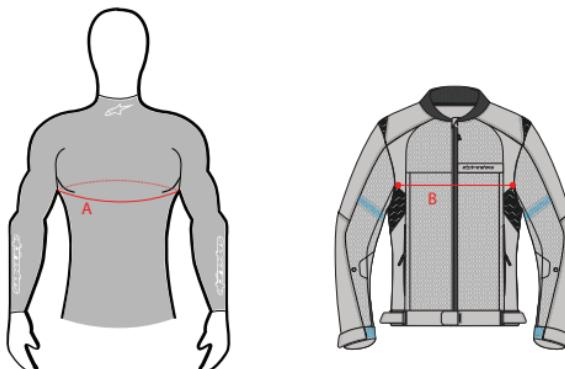

Figura 22: Riferimento per le misurazioni della circonferenza del torace (A) e la larghezza dell'indumento in corrispondenza del torace (B)
IMPORTANTE! Il sistema deve essere indossato con qualsiasi indumento esterno che soddisfi i seguenti criteri: misurare la circonferenza del torace (A) e la larghezza dell'indumento sulla regione del torace (B). L'indumento è compatibile con il sistema se B è maggiore di A diviso per 2 più 16 cm ($B > 0,5 \times A + 16$ cm o $B > 0,5 \times A + 6,30$ in) (Figura 22).